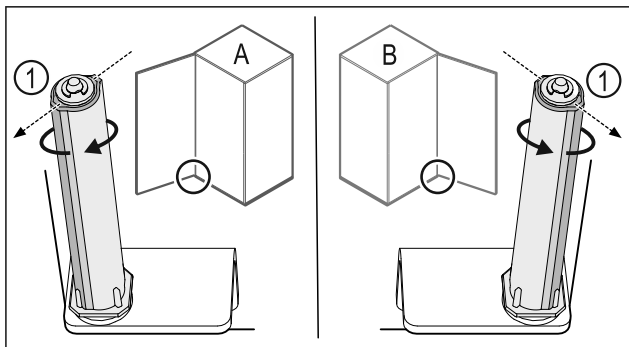

Fig. 33 Левое навешивание (A) / правое навешивание (B)
- ▶ Поворачивайте систему закрытия, преодолевая сопротивление до тех пор, пока ее ребро Fig. 33 (1) не будет направлено наружу.